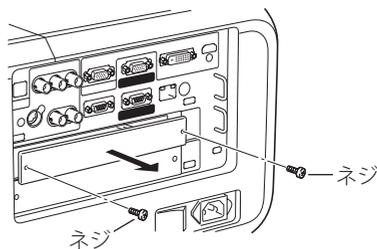

図1
- 1 交換するインターフェースボードのネジ2本を外します。(図1)
- 2 インターフェースボードをプロジェクトャー本体から引き出します。(図1)